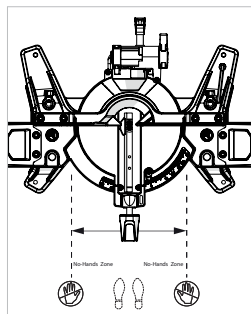

Fig. 13
2. Posizionamento di corpo e mani (Fig. 13)